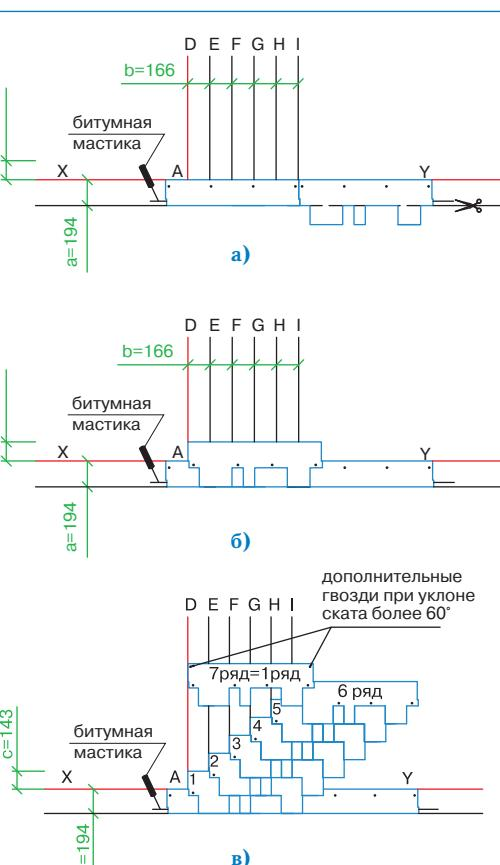

Рис. 2
Укладка материала (рис. 2)
- Начальный ряд формируется из листов черепицы ГОТИК с обрезанными лепестками. Полученные таким образом полосы шириной 19,4 см укладываются по линии карниза в обе стороны от линии I (рис. 2а) и фиксируются по нижнему краю битумной мастики, а по верхней кромке 4 гвоздями (ось гвоздей на 5 см ниже верхнего края полосы);
- далее первый ряд черепицы укладывается от линии AD (рис. 2б);
- второй ряд укладывается от линии Е (со смещением 16,6 см от AD) (рис. 2в);
Каждый лист черепицы ГОТИК крепится 4 гвоздями таким образом, чтобы гвоздь прошивал и верхний край низлежащего листа черепицы (рис. 2в).